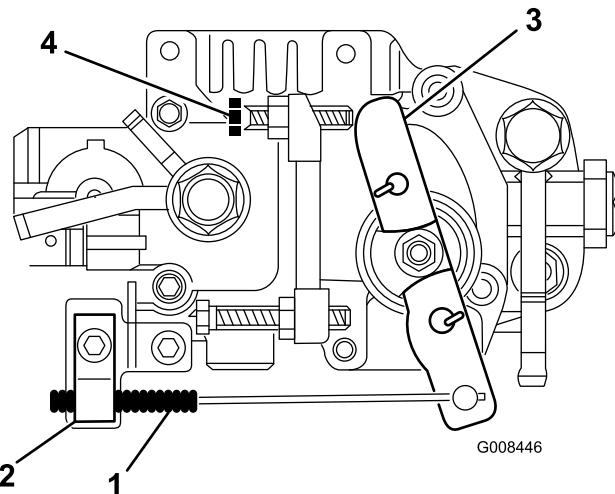

図 45
- スロットル・ケーブルをエンジンに固定しているクランプのネジをゆるめる(図 45)。
3. 速度コントロール・レバーがアイドル・スピード・ネジに接触するまでケーブルを動かす(図 45)。
2. アイドル・スピード・ネジのロックナットをゆるめる(図 45)。